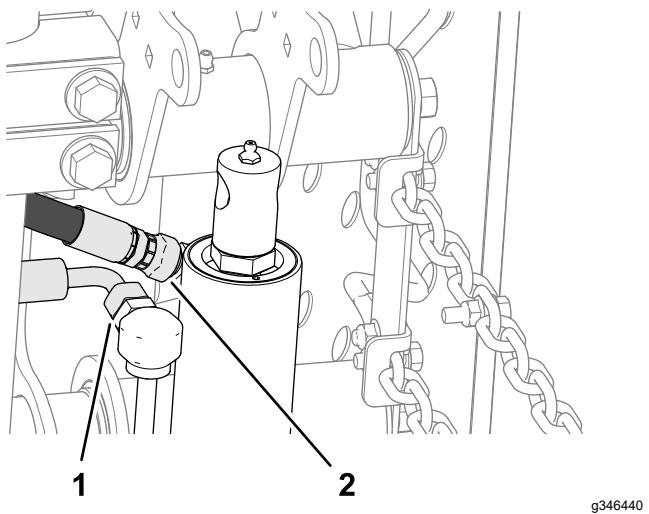

Figura 14
- Sul cilindro di sollevamento, allentate il raccordo girevole diritto del flessibile di ritorno e il raccordo girevole a 90° del flessibile di sollevamento (Figura 14).